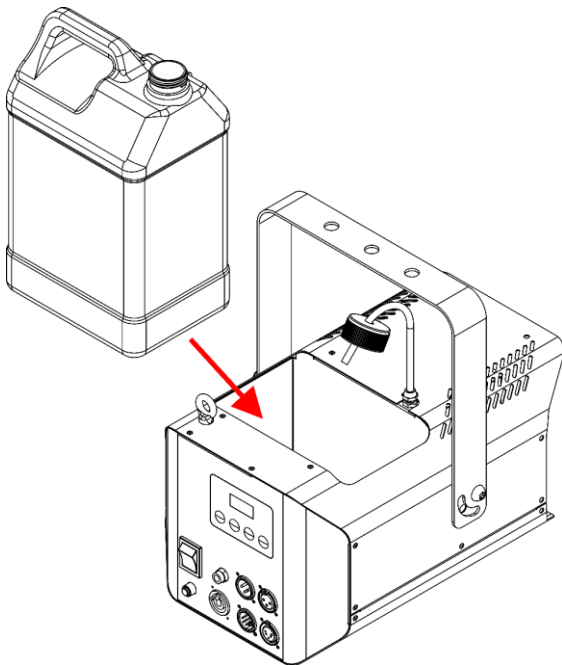

Fig. 12
07) Remplacez le réservoir de liquide dans l'appareil, comme indiqué sur la Fig. 12.